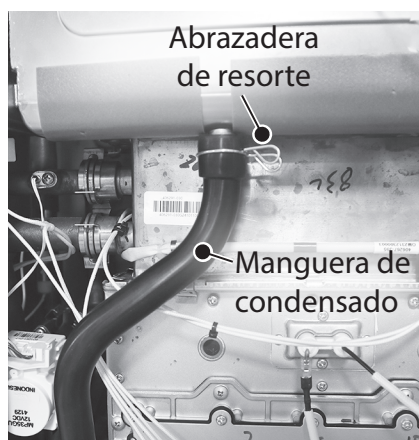

Figura 149 - Retiro de la manguera negra de condensado
- 41** Desconecte la manguera negra de condensado desde la parte superior de la trampa de condensado y el HEX secundario. Comprima la abrazadera de resorte y tire de ella hacia abajo junto con la manguera negra. Déjela a un lado en un lugar seguro para volver a instalarlo. Consulte la Figura 149.